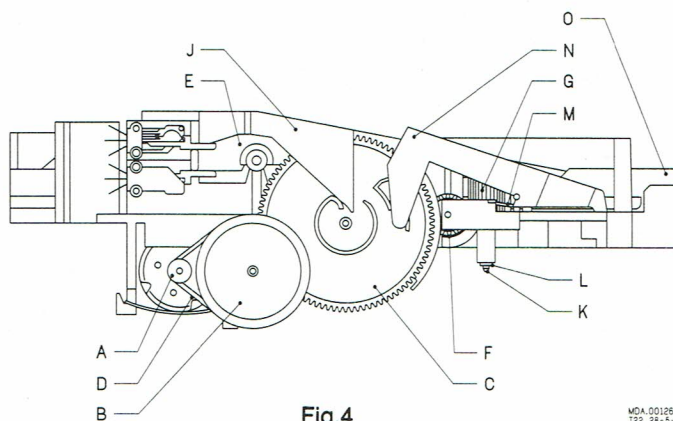
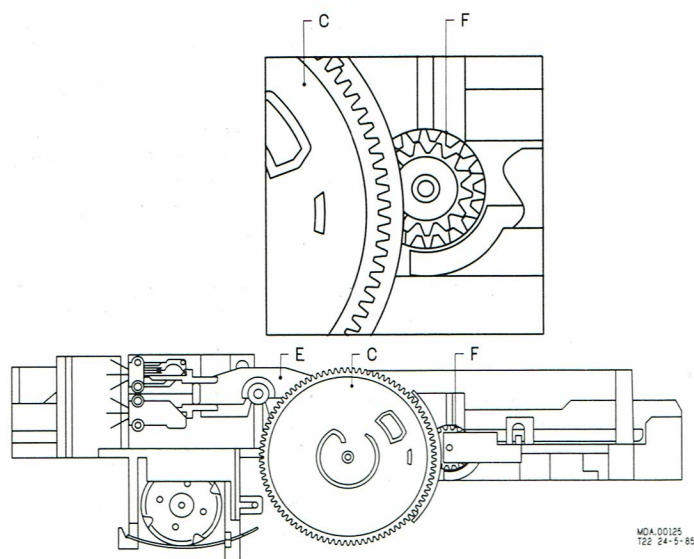

Fig. 4
Fig. 5
- S'assurer que l'ouverture de la roue dentée F se trouve bien à la verticale (Fig. 4) et monter la roue en peigne C de la manière illustrée en Fig. 5.